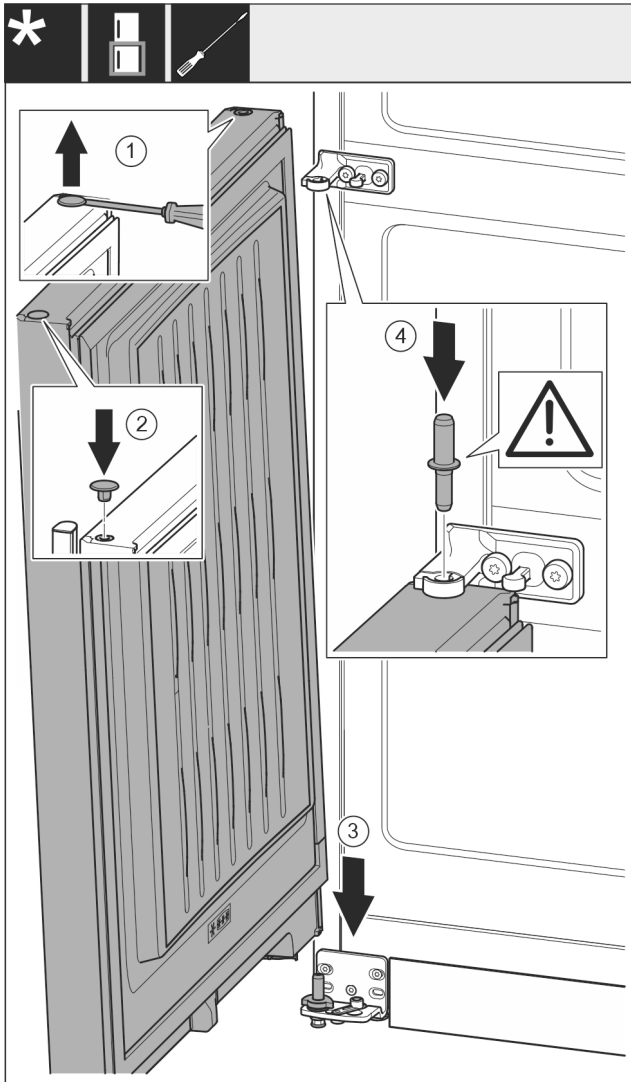

Fig. 51
- Til de plug voorzichtig Fig. 51 (1) op met een platte schroevendraaier en trek hem er uit.
- Plug Fig. 51 (2) aan de andere deurzijde er weer insteken.
- Deur Fig. 51 (3) van bovenaf op de onderste lagerbouten plaatsen.
- Lagerbout midden Fig. 51 (4) door lagerbok midden in de onderste deur steken. Let hierbij op dat het vergrendelingslipje naar achteren wijst.